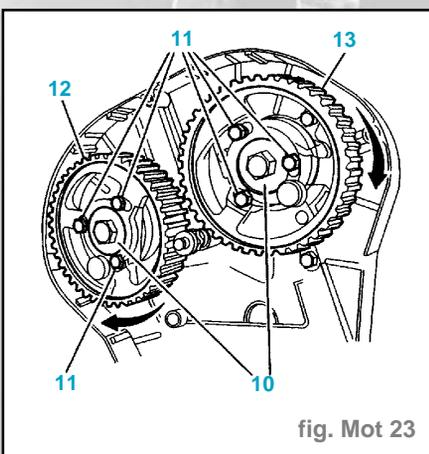

fig. Mot 23
- la poulie (6), en serrant la vis (5) préalablement enduite de **LOCTITE FRENETANCH** (serrage de **12 à 13 daN.m**),
- Sans déposer les pignes (fig. Mot. 23)
- desserrer les 6 vis (11),
- contrôler la libre rotation des poulies (12) et (13) sur leur moyeu (10).